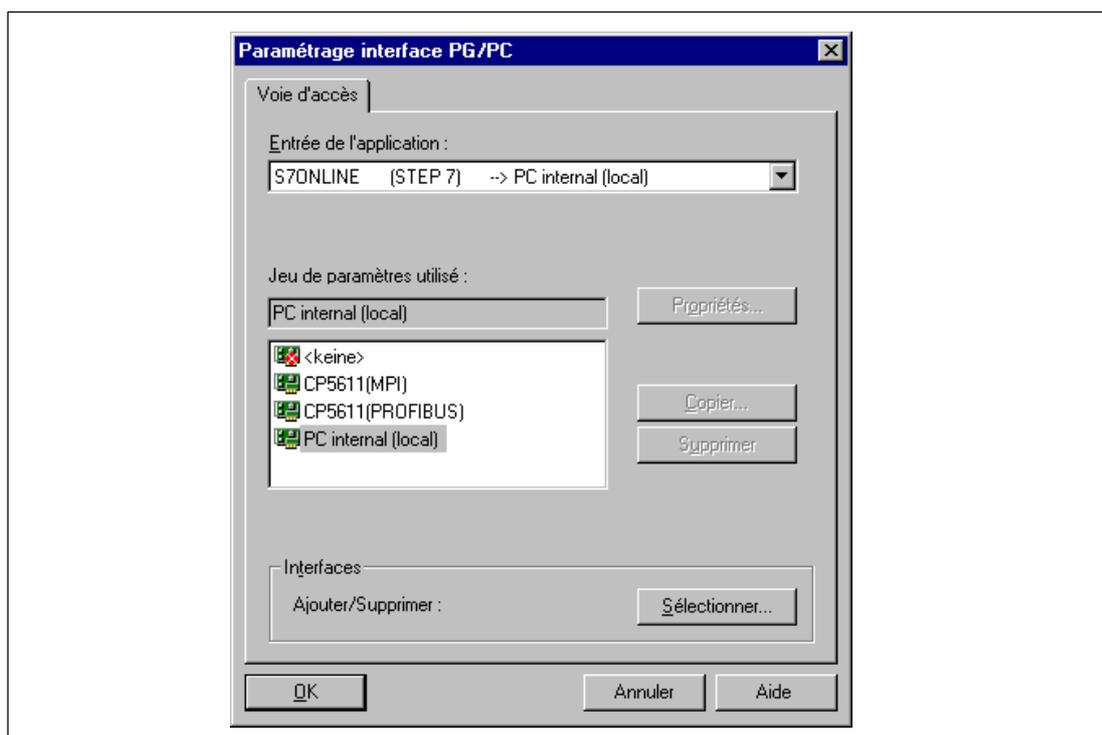

Figure 2-14 Paramétrage de l'interface PG/PC pour PC internal (local)
- Sous "Points d'accès de l'application", choisissez **S7ONLINE (STEP 7)** (figure 2-14).